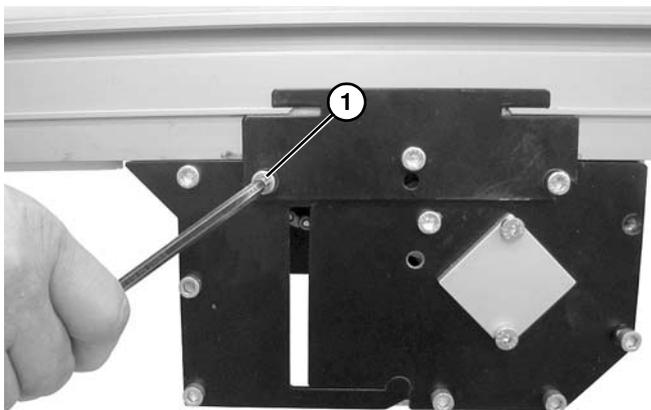

**Abbildung 45**
6. Kopfplatte (**Abbildung 45, Teil 1**) und Spindel (**Abbildung 45, Teil 2**) abnehmen.